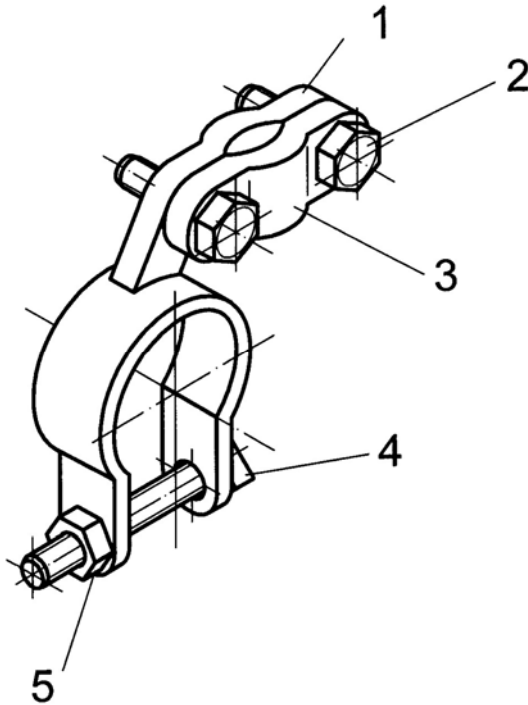

Figura 2. Dibujo de conjunto del ejercicio 2.
2. Dado el plano de conjunto de la figura (figura 2), se pide representar los despieces de las marcas 1 y 3, haciendo uso de los recursos previstos en la normalización, que fuesen necesarios. Acotar posteriormente según normas. Para mejor comprensión se facilita también el conjunto explosionado en la figura 3 (4 puntos).